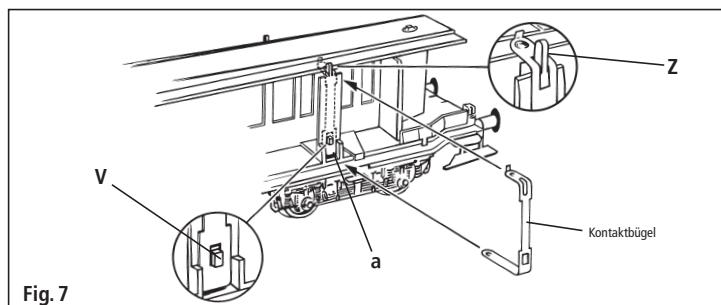

Fig. 7
7. An jeder Inneneinrichtung sind – je nach Wagentyp an verschiedenen Stellen – vier Aufnahmen für die Kontaktbügel vorhanden. Die Kontaktbügel sorgen für festen Halt des Lichtleiters auf der Inneneinrichtung und versorgen diesen mit Strom. Zuerst den Kontaktbügel locker unten in die Aussparung a der Inneneinrichtung einstecken, dann oben in den Zapfen Z einhängen (Fig. 7). Sodann Kontaktbügel ein wenig nach unten ziehen und am Vorsprung V einrasten.
7. Each set of internal works has – in different places depending on carriage type – four mountings for the contact bars. The contact bars ensure secure mounting of the optical fibre on the internal works, as well as supplying it with electricity. First loosely fit the contact bar at the bottom into recess a of the internal works, then hook it onto pin Z (Fig. 7). Pull the contact bar down a little and lock it onto step V.
7. Chaque garniture intérieure présente – à différents endroits selon le modèle – quatre places pour les étiers de contacts. Les étiers de contacts maintiennent la platine conductrice sur la garniture intérieure et en assure l'alimentation électrique. Disposez en premier lieu l'étier dans l'évidement a et accrocher au tenon Z (Fig. 7). Tirez légèrement l'étier vers le bas et fixez sur la partie en saillie V.